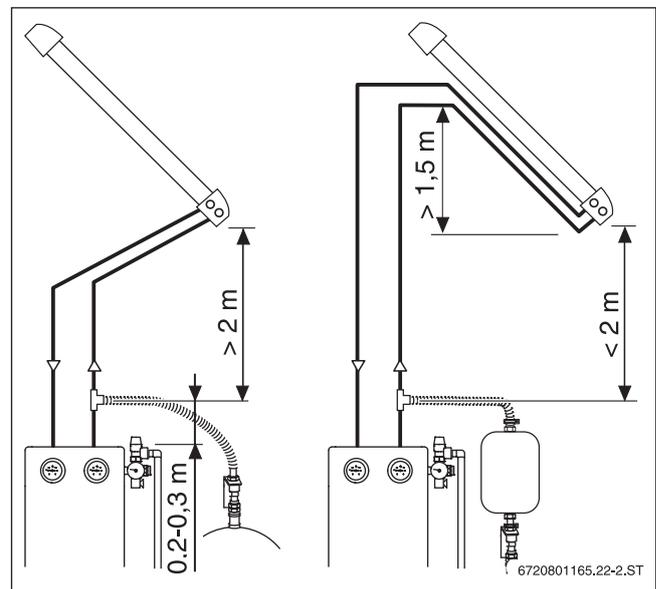

Bild 152 Abstand zum Kollektorfeld (SKR)
- ▶ Wenn die Mindestrohrleitungslänge oder der Mindesthöhenabstand **nicht** eingehalten werden kann: Am Kollektorfeld mit Vorlauf und Rücklauf einen „Leitungssack“ von mindestens 1,5 m Höhe bilden (→ Bild 152).